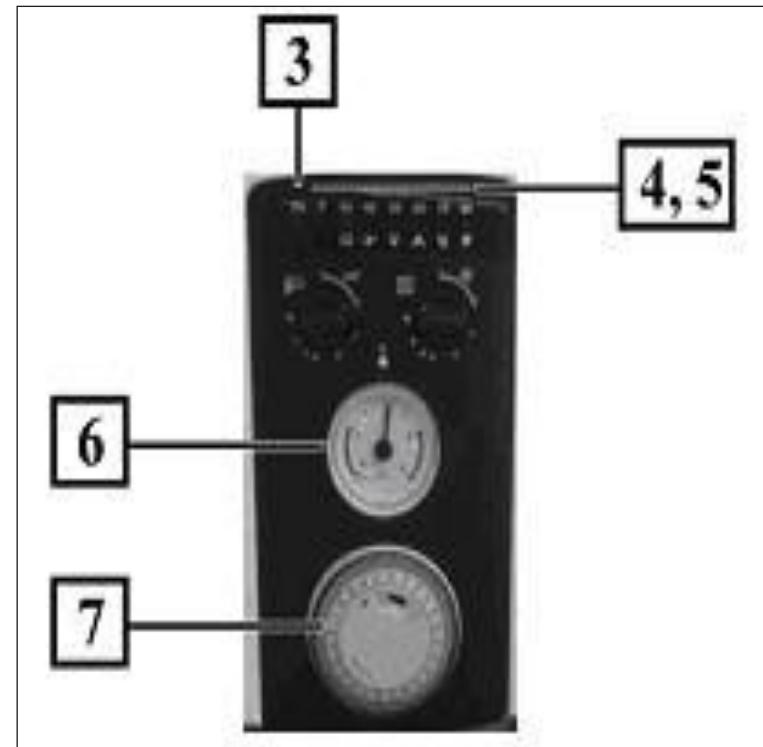

Рисунок 20
4. **(Температура воды).** Температура горячей воды, поступающей из котла, отображается красными индикаторными лампочками рядом с индикатором режима ожидания.(Рисунок 20)